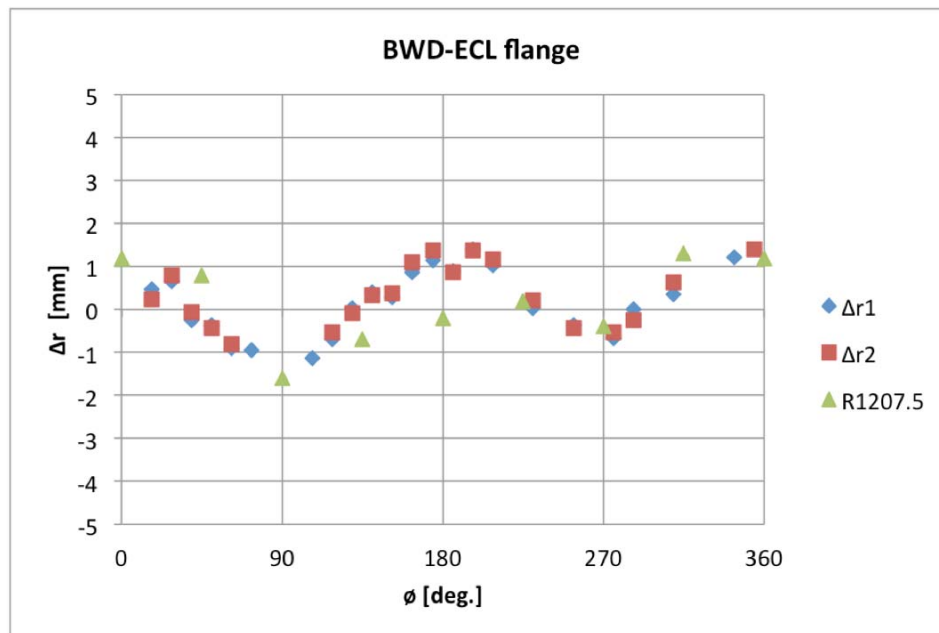
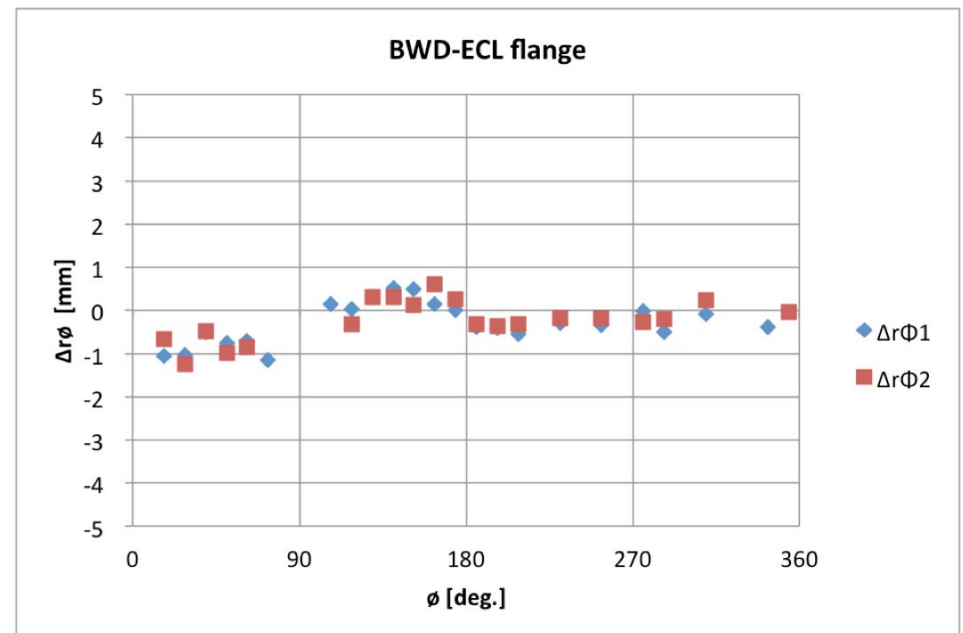

図3
図4
- 図3は $\Delta r$ を、図4は $\Delta r\phi$ を示す
- 図3のR1207.5は参考資料(ECL-flanges-Survey.pdf)をプロットしたもので、FWD側と同様によく一致している